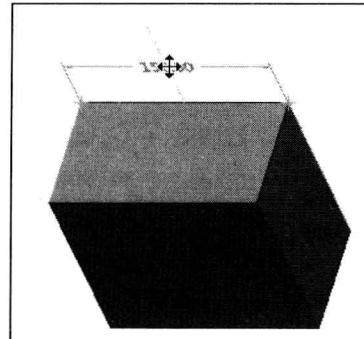

图 1-5
Step 02 按住鼠标左键进行拖动，将文本捕捉至尺寸线中点，如图 1-5 所示。